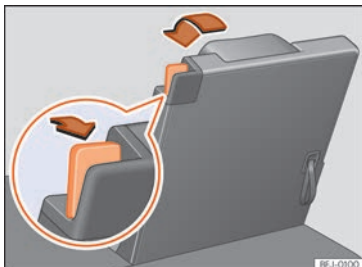

Abb. 118 Dritte Sitzreihe: Sitz in Ladebodenposition klappen.
- Entriegelungshebel »» Abb. 118 ganz nach hinten ziehen, um die Sitzlehne zu entriegeln.
- Schlaufe an der Sitzlehne »» Abb. 118 ziehen, um die Lehne zurückzuklappen. **ODER:** klappen Sie die Sitzlehne mit der Hand vom Innenraum aus zurück.
- Die rote Markierung am Entriegelungshebel »» Abb. 118 darf nicht mehr sichtbar sein.
- Eine rote Markierung an dem Entriegelungshebel »» Abb. 118 signalisiert eine nicht eingerastete Lehne. Die rote Markierung darf im korrekt eingerasteten Zustand nicht sichtbar sein.